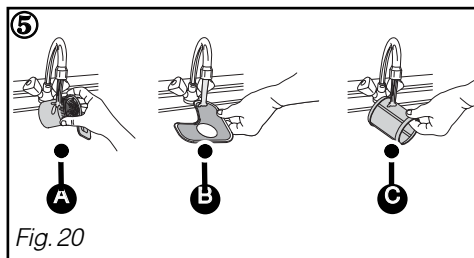

Fig. 20
② Dévissez d'un quart de tour le filtre à déchets puis le retirer Ⓐ.
③ Retirez le filtre principal Ⓑ.
④ Retirez le tamis micro filtre Ⓒ.
⑤ Nettoyez soigneusement les filtres Ⓐ, Ⓑ et Ⓒ sous l'eau courante. (Fig. 20)